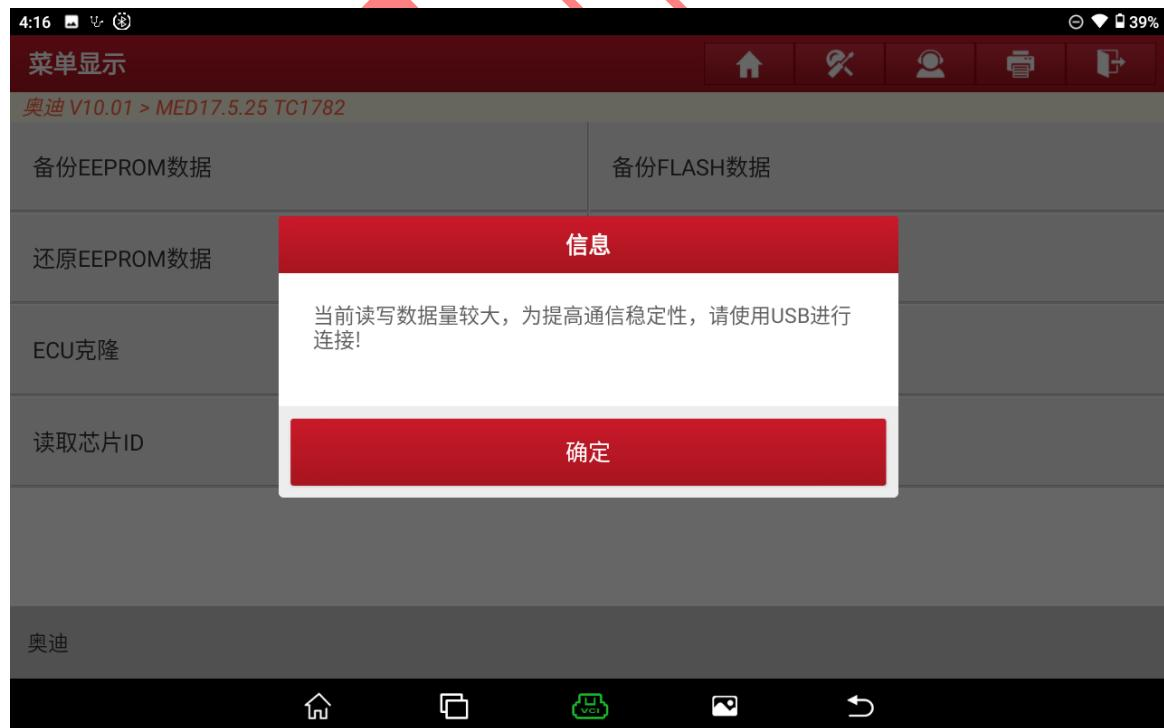

图 14
14. 读取数据较大，使用 USB 连接诊断头和 G3 设备后选择“确定”进入如图 14;